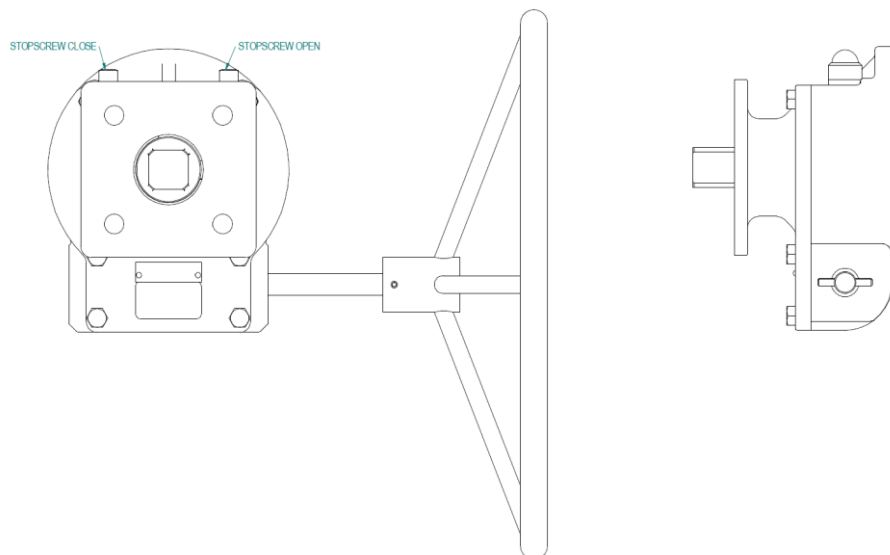

Abbildung 10: Einstellung der Anschlagsschraube des linkshändigen ILG/S-Getriebes
5. Drehen Sie das Handrad entgegen dem Uhrzeigersinn, um das Getriebe (und die Armatur) in die vollständig geöffnete Position zu bringen. Wenn die vollständig geöffnete Position nicht erreicht werden kann, lösen Sie die Anschlagschraube „Öffnen“ des Getriebes (siehe Abbildung 10) und überprüfen Sie die Einstellung des Bewegungsanschlages des Stellantriebs. Drehen Sie das Handrad weiter, bis die Armatur vollständig geöffnet ist.
8. Der Stellantrieb muss auch (die Armatur) in die vollständig geschlossene Position zurückkehren. Wenn die vollständig geschlossene Position nicht erreicht werden kann, lösen Sie die Anschlagsschraube „Schließen“ des Getriebes (siehe Abbildung 10) und überprüfen Sie die Einstellung des Bewegungsanschlages des Stellantriebs.